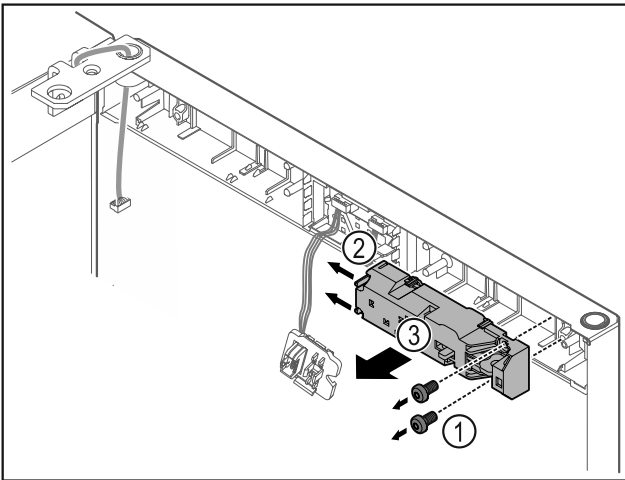

Fig. 19
- Rimuovere le viti Fig. 19 (1).
- Spingere di lato i naselli di arresto Fig. 19 (2) e rimuovere la serratura a distanza Fig. 19 (3).